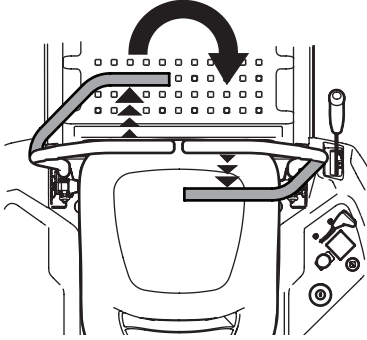

Figura 27
- Para girar en el sentido de las agujas del reloj, mueva la palanca de control de la transmisión de la barra de seguridad izquierda hacia adelante mientras mueve simultáneamente la palanca de control de la transmisión de la barra de seguridad derecha hacia atrás. Consulte la Figura 27.